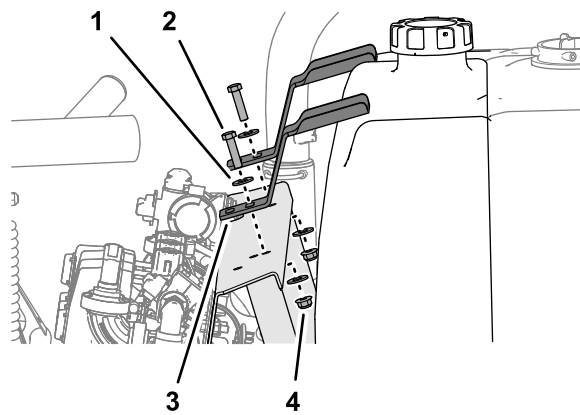

**Figure 3**
3. Au fond du réservoir de rinçage, retirez l'étrier qui fixe le raccord à 90° du flexible d'alimentation au raccord de traversée (Figure 3).
4. Détachez le raccord à 90° du raccord de traversée (Figure 3).